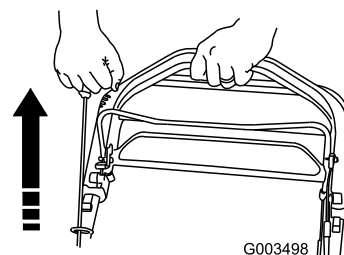

Figure 17
2. Tirez sur la poignée du lanceur (Figure 17).